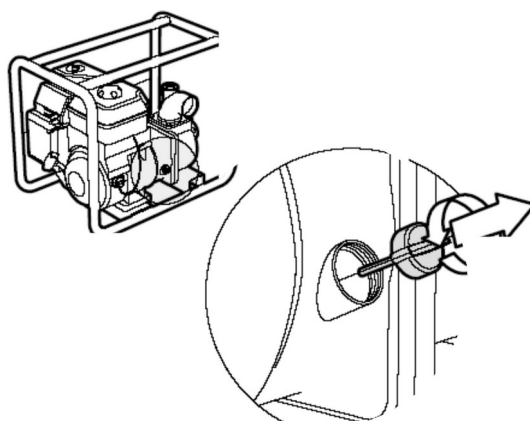

FIG. 9 — Tampão de esvaziamento da bomba
Após o trabalho, se houver risco de geada ou se a bomba for guardada, esvazie-a pelo tampão de esvaziamento (FIG. 9).
- 2) Para esvaziar a bomba, retire o tampão de esvaziamento situado na parte inferior do corpo da bomba, deixe sair a água e volte a colocá-lo com a respetiva junta (FIG. 9).